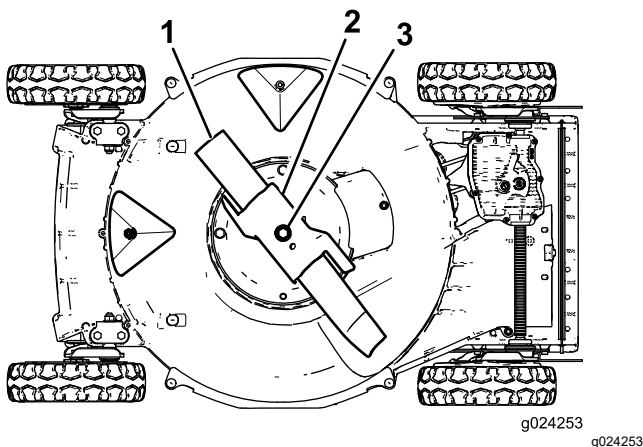

Figura 26
5. Incline a máquina sobre o lado **direito** (filtro do ar voltado para cima), tal como se ilustra na Figura 26.